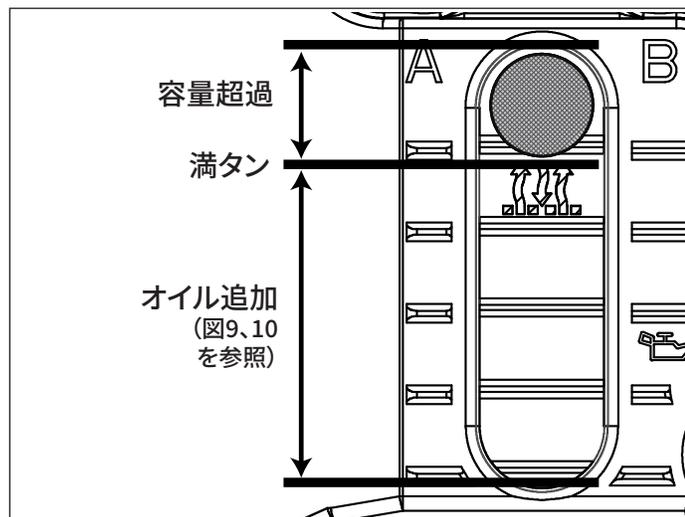

図8: オイル量インジケータ
4. オイル量インジケータをチェックします。オイル量が満タンの位置までであることを確認します。図8を参照してください。
11. オイル量インジケータをチェックします。オイル量が満タンの位置まであり、容器のオイル量が多すぎないことを確認します。図8を参照してください。